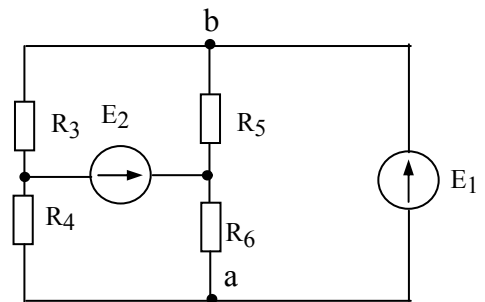

Рис.1.4.21
1.4.21. Определить ток  $I_1$  в ветви  $ab$  при заданных параметрах элементов схемы (рисунок 1.4.21):  $E_1=70$  В,  $E_2=90$  В,  $R_3=6$  Ом,  $R_4=4$  Ом,  $R_5=9$  Ом,  $R_6=6$  Ом.